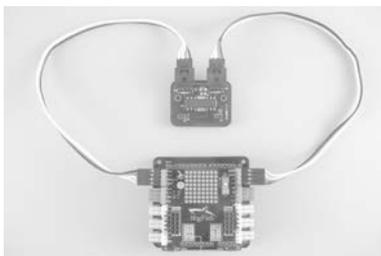

图 1.9 4 芯输出线接线
(3) 4 芯输出线普通头可以接在 BigFish 传感器口上, 如图 1.9 所示。注意, 黑线接 GND, 简单来说, 露出金属的那一面朝上(与舵机线相反)。